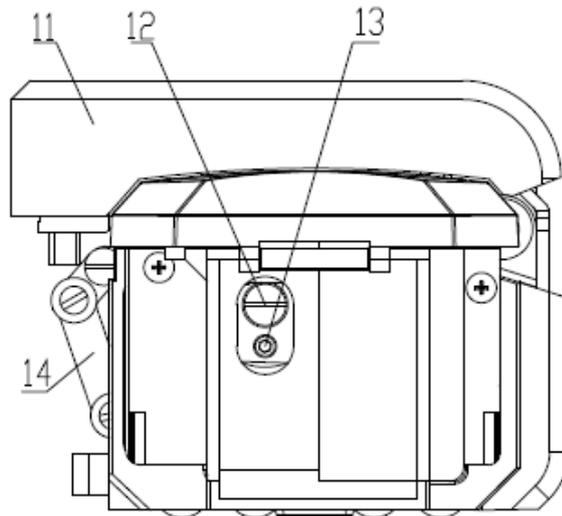
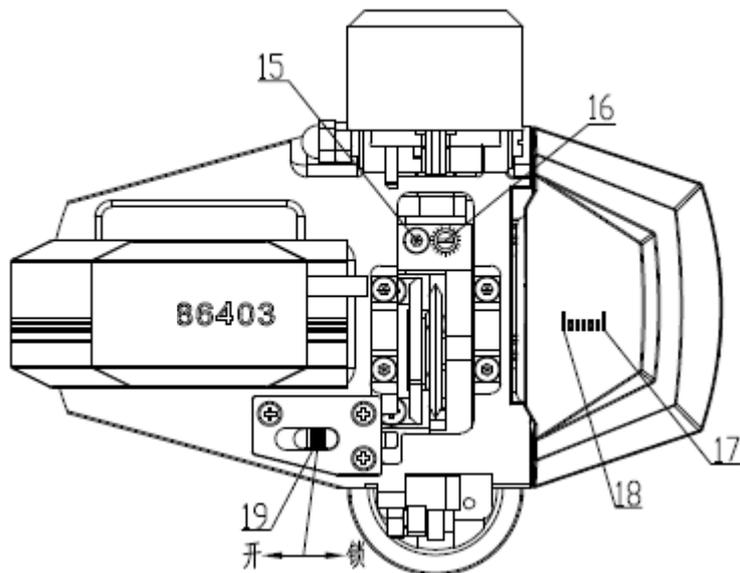

图 2-2 侧视图
图 2-3 俯视图
- a) 依照图 2-3 示意，打开滑钮，接着打开操作柄和小压板；
2.1 刀片切割位置调整（参考图 2-2）
2.2 刀刃高度调整方法（参考图 2-2 和图 2-3）
2.3 更换刀片方法（参考图 2-2）